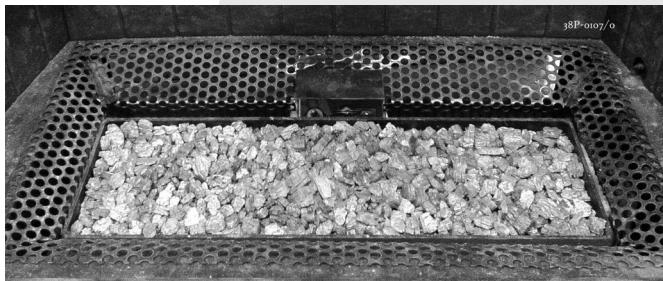

fig. 5b
- Vul de branderbak met vermiculiet; verdeel het vermiculiet gelijkmatig; zie Foto (fig. 5b).